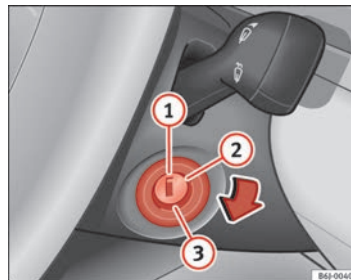

Abb. 99 Zündschlossstellungen
In dieser Stellung → Abb. 99 sind die Zündung und der Motor ausgeschaltet und die Lenkung kann gesperrt werden.
- Drehen Sie den Zündschlüssel in Stellung ⇒ Abb. 99 ②. Beim Vorglühen des Motors leuchtet die Kontrollleuchte ☞ auf.
- Wenn die Kontrollleuchte ausgeht, drehen Sie den Zündschlüssel in Stellung ③ zum Anlassen des Motors - geben Sie kein Gas.
- Drehen Sie den Zündschlüssel in Stellung ⇒ Abb. 99 ①.